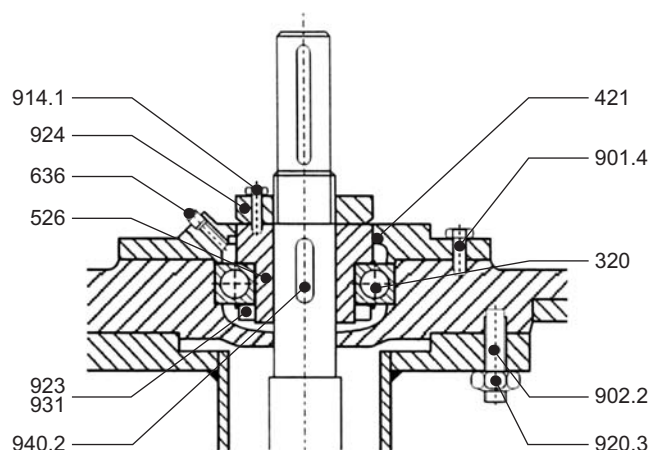

Fig. 11
01. A folga axial entre rotor (230) e a tampa de pressão (163) deve ser ajustada, utilizando-se a porca de ajuste (924)-Vide fig. 11. Para isto, apertar a porca até o rotor encostar na tampa de pressão.